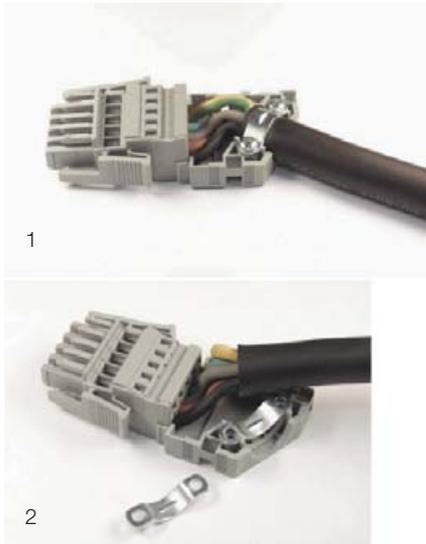

Imagen 42: Conector con caja de tracción
- Introduzca los cables en la caja de tracción, tal y como se muestra en la imagen 42, y fije el cable de conexión con una brida a la caja de tracción.
Para garantizar una tracción suficiente también en cables con una sección de < 12 mm, debe introducirse una segunda brida bajo el cable (imagen 42, pos. 2).